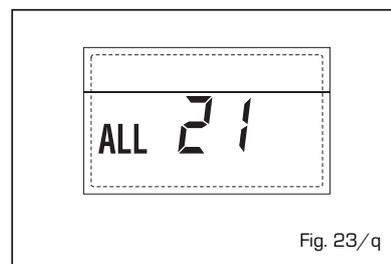

Fig. 23/q
**- INTERVENTO TERMOSTATO SICUREZZA SECONDA ZONA MISCELATA "ALL 22"** (fig. 23/r)